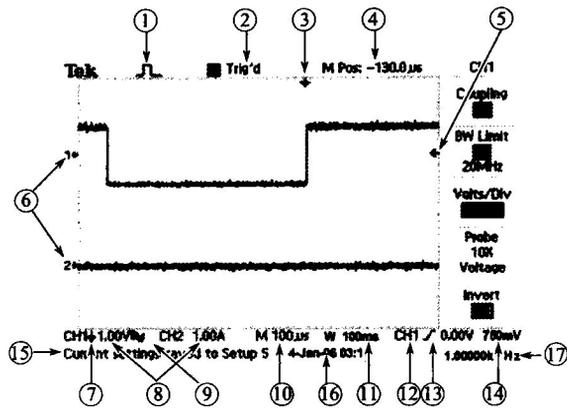

图 1-11 屏幕显示信息位置
显示屏幕上还含有关于波形和示波器控制设置的详细信息，如图 1-11 所示，其中信息标号①~⑮与黑白数字存储示波器相同，⑯显示日期和时间，⑰显示触发频率。